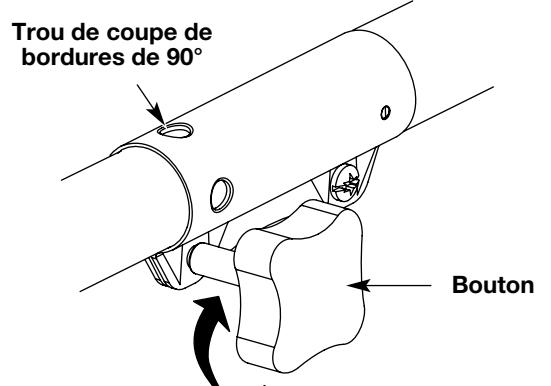

Fig. 8
3. Serrez le bouton en le tournant à droite (Fig. 8).
Pour couper les bordures à l'aide de la tête d'accessoire de coupe sur les modèle EZ-LinkMD, verrouillez le bouton de déclenchement de l'accessoire de coupe dans le **trou de 90°** (Fig. 8).